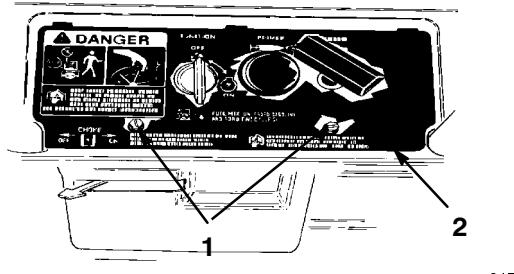

Figure 10
3. Enlevez les deux vis qui fixent le panneau de commande au carter (Fig. 10).
2. Enlevez les deux vis qui fixent le panneau de commande au carter (Fig. 10).